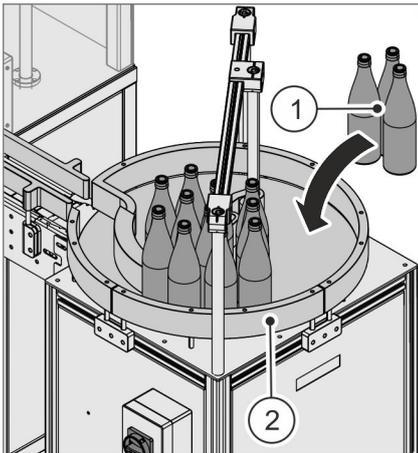

Abb. 39 Glasflaschen aufstellen
02. Glasflaschen Abb. 39 / ① manuell auf den Drehteller Abb. 39 / ② des Aufnahme-Rundtischs stellen.